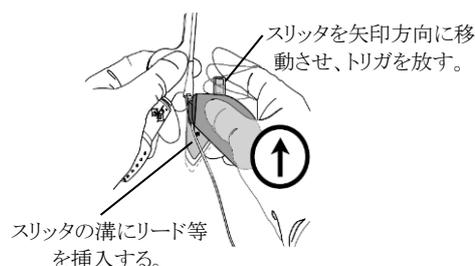

図6 スリッタ(6232ADJ型)の取付け②
- スリッタの刃をディフレクタブルカテーテルのハブに近づける。スリッタの溝にリード等を挿入し、トリガを放してリード等を固定する。このとき、リード等が動かないよう片手でしっかりと押さえる(図6)。